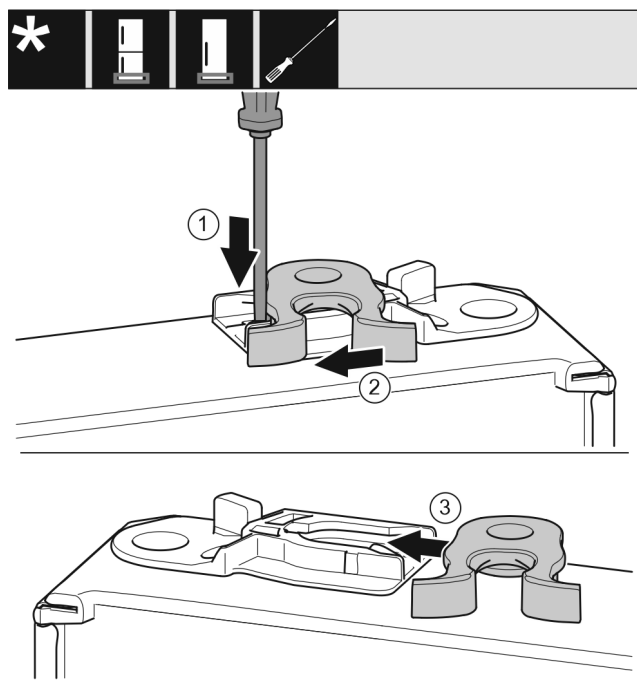

Fig. 23 *
- Wcisnąć nakładkę Fig. 23 (1) w dół przy użyciu śrubokręta.*
- Wyjąć hak zamykający Fig. 23 (2) z prowadnicy.*
- Wsunąć hak zamykający Fig. 23 (3) w prowadnicę znajdującą się z drugiej strony.*